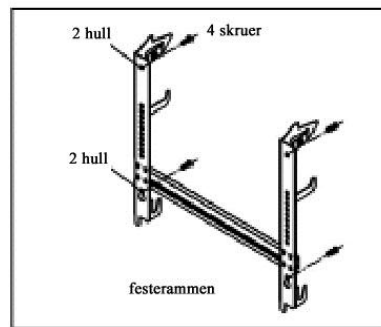

Fig. 2
- 2) Drill 4 hull i veggen som tilsvarer plasseringen av de 4 hullene på festeramme og skru festerammen fast til veggen med de 4 skruene. (fig.2)